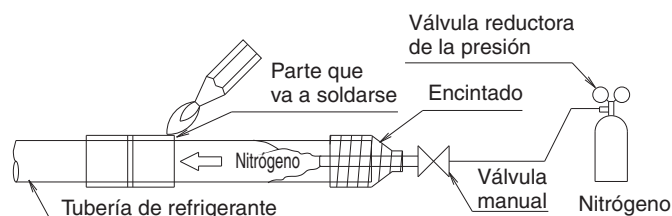

Fig. 9
- Cuando efectúe una soldadura en la tubería de refrigerante, realice una sustitución de nitrógeno en primer lugar o realice la soldadura (PRECAUCIÓN 2) mientras suministra nitrógeno al interior de la tubería de refrigerante (PRECAUCIÓN 1) y, por último, conecte la unidad interior utilizando las conexiones abocardadas. (Refiérase a la Fig. 9)